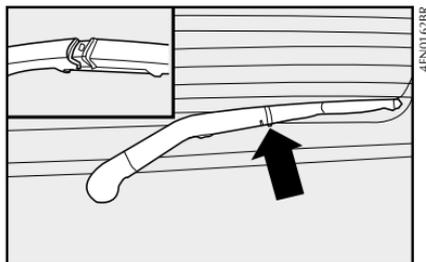

fig. 14
Sustitución de la escobilla del limpiapuneta fig. 14
1) Para quitar la escobilla, apriete la traba indicada fig. 14.